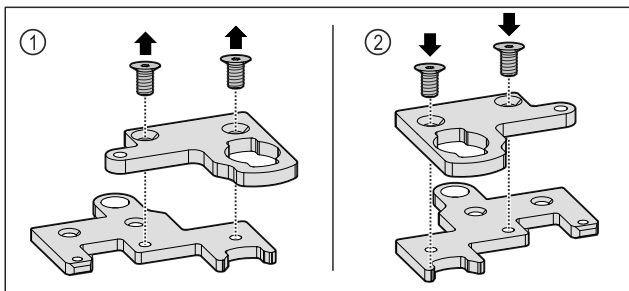

Fig. 27
- ▶ Разъедините обе части двухсекционного шарнирного уголка. Fig. 27 (1)
- ▶ Снова соедините обе части двухсекционного шарнирного уголка, повернув его на 180°. Fig. 27 (2)